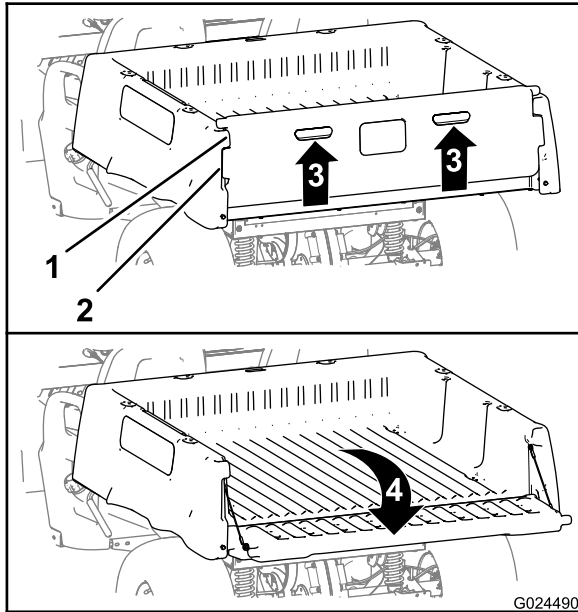

Figura 16
2. Eleve nos locais indicados no painel traseiro da porta traseira (Figura 16).
3. Alinhe as flanges de bloqueio da porta traseira com as aberturas entre as flanges da porta traseira da plataforma de carga (Figura 16).
4. Rode a porta traseira para trás e para baixo (Figura 16).
6. Rode a porta traseira para cima e para a frente até as flanges de bloqueio estarem justas ao espaço da porta na plataforma de carga (Figura 16).
7. Deslize a porta traseira até ficar assente na parte de trás da plataforma de carga (Figura 16).